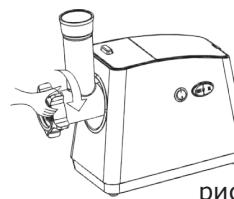

рис. 5
5. Зафиксируйте конструкцию с помощью фиксирующего кольца, завернув его по часовой стрелке, как указано на рис. 5. Не затягивайте кольцо слишком тую.